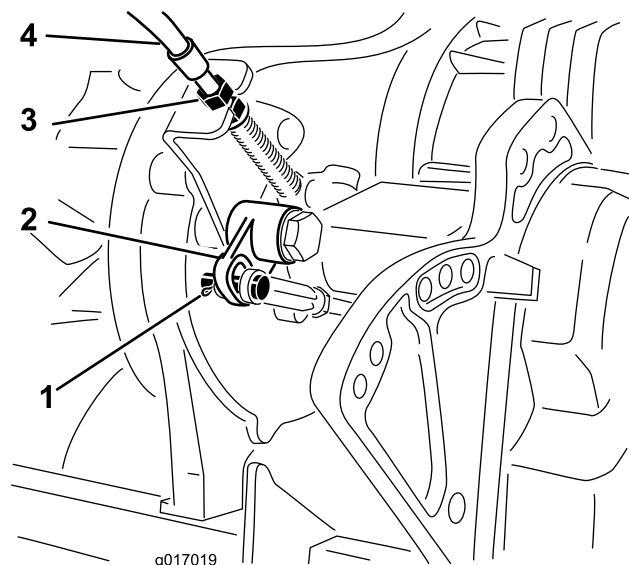

Figure 46
Remarque: S'il est détendu, ajustez les écrous de blocage au niveau du tablier (Figure 46) pour supprimer le mou du câble sans étendre le ressort.
4. Retirez la goupille fendue et l'axe de chape qui fixent la tige du levier coudé au levier coudé (Figure 46).
5. Détachez la chape du levier coudé (Figure 46).
8. Au niveau du tablier de la transmission (Figure 46), ajustez les écrous de blocage du câble pour augmenter la distance jusqu'au levier coudé pour tenir compte du changement effectué.